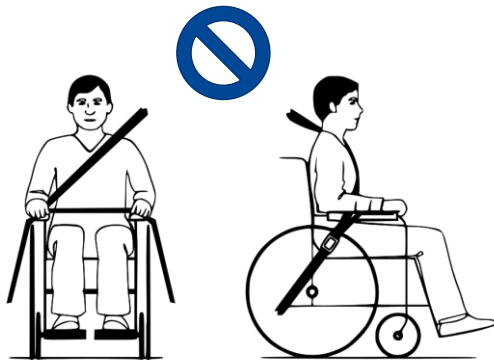

Figura 1 **Disposizione errata della cintura di ritenuta**
6. Accertarsi che le cinghie non siano attorcigliate o tenute lontano dal corpo come mostrato nella Figura 1.